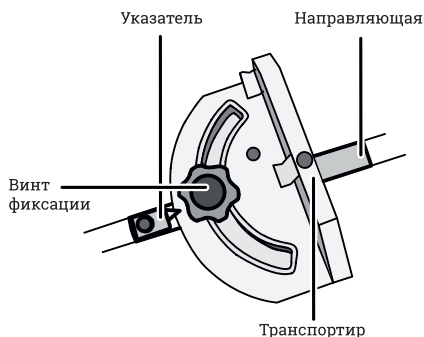

Рис. 2. Упор лобзикового станка
- отпустите винт фиксации (рис. 2);